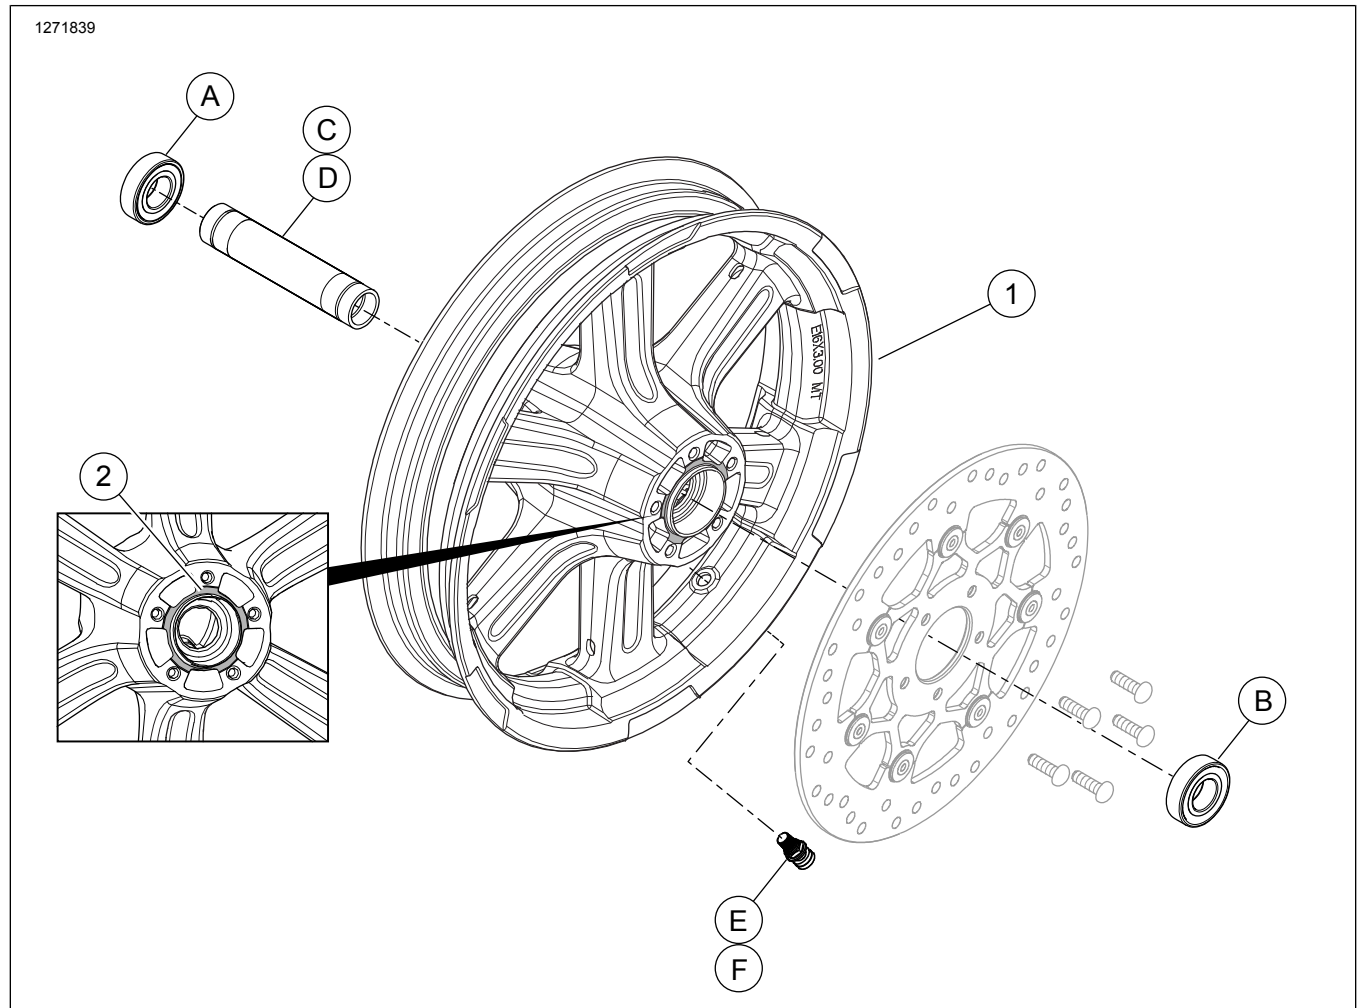

Figura 1. Piezas de servicio: Ruedas (16 pulgadas se muestra)
Consulte Figura 1 y Tabla 2 .
2. Figura 1 Instale el conjunto de vástago de la válvula en la rueda. Ver NEUMÁTICOS en el manual de servicio.